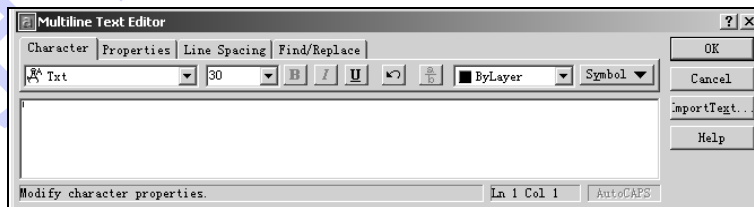

图 4-51 Multiline Text Editor (多行文字编辑器) 对话框
- **Specify opposite corner** (指定另一个角点) 这是系统的缺省选项。如果用户直接指定一点，AutoCAD 2004 将以这两个点作为对角点形成矩形区域的宽度作为文字行的宽度，以第一个角点作为文字行顶线的起点，并且弹出如图 4-51 所示的 Multiline Text Editor (多行文字编辑器) 对话框。